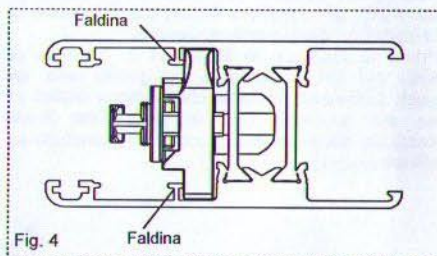

Fig. 4
- Fissare la Fast Block con le viti frontali, prestare attenzione durante la rotazione della vite, la clip a camma si dovrà posizionare trasversalmente alla Fast Block sotto le faldine(Fig.4).